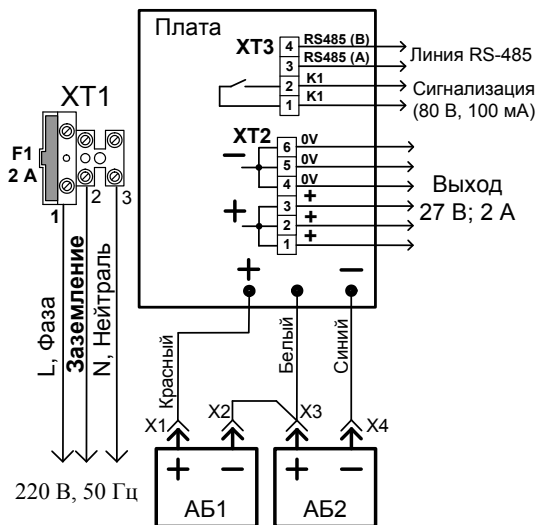

Рис. 3. Схема подключения
При подключении проводов внешнего питающего напряжения 220 В к сетевой колодке необходимо соблюдать правильность подключения «фаза», «нейтраль» и «заземление». Подключение цепей к РИП производить в соответствии с рис. 3.
2.3.1 Проверить правильность произведённого монтажа в соответствии со схемой подключения РИП-24 исп. 51 (рис. 3).